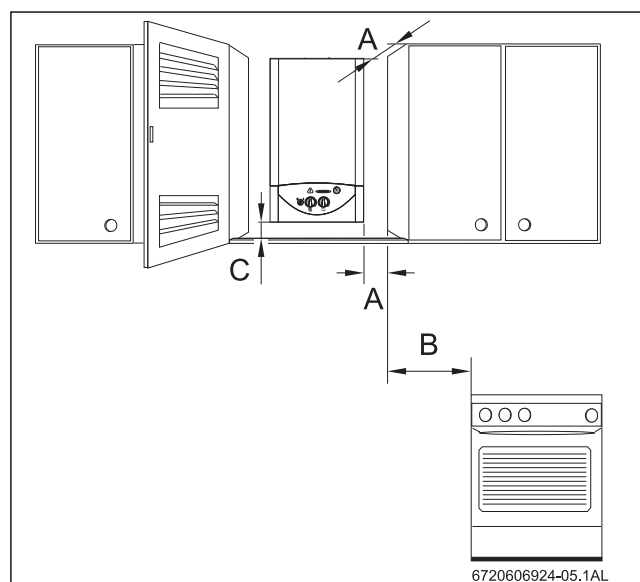

Fig. 6 Distâncias mínimas
- ▶ Assegurar o bom acesso nos trabalhos de manutenção, respeitando as distâncias mínimas indicadas na Fig. 6 .